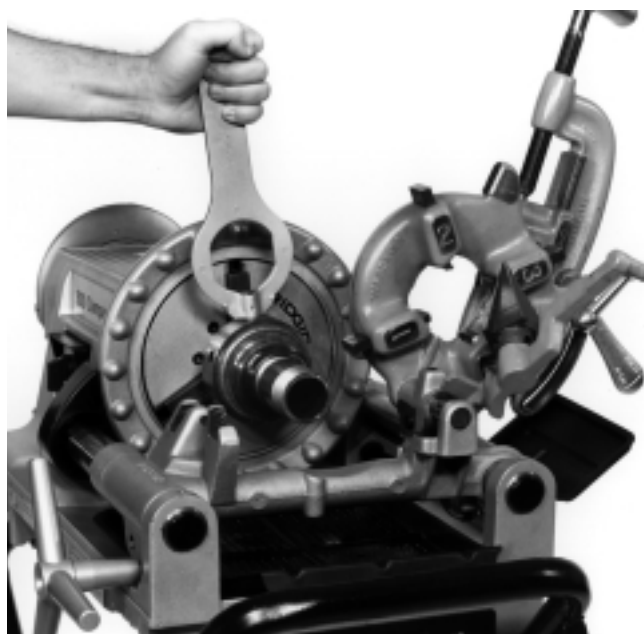

Figure 18 – Installation du raccord incomplet et libération du raccord fini à l'aide de la clé
6. Introduisez l'ergot de la clé dans un des trous du collier de serrage du mandrin à raccords, puis tournez (Figure 18). Dévissez le raccord fileté à la main.